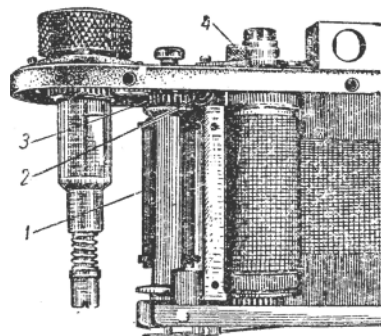
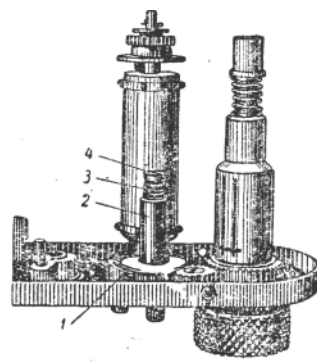
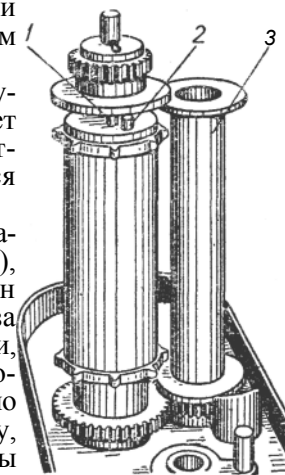
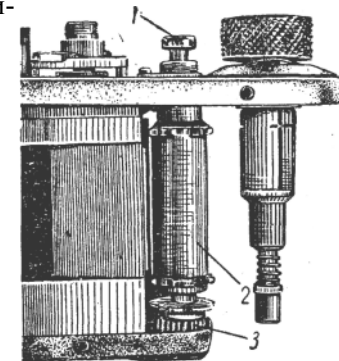

Рис. 121. Детали механизма выключателя.
Рис. 122. Выжимная шестерня.
Рис. 123. Ведущий барабан и гильза выключателя.
Рис. 131. Ведущий барабан*
Выключатель механизма при зарядке и возврате пленки (рис. 121) служит для выключения сцепления ведущего барабана с механизмом затвора.
Нужно помнить, что кулачок-выключатель / (рис. 122) выключает ведущий барабан не только из сцепления с механизмом завода затвора, но и из сцепления с механизмом шторок.
Спиральная пружина 5 опускает шестерню 2 и удерживает ее в зацеплении, когда рукоятка 4 (рис. 121) поворачивается в положение «включено».
Ведущий барабан снизу навинчен на шестерню (рис. 123), а сверху на нем установлен палец 2, который цепляет за палец / спусковой шестерни, связанной с механизмом шторок. Чтобы барабан свободно вращался в обратную сторону, нужно соединить пальцы барабана и шестерни. Спусковая шестерня с пальцем вращается на оси. Осью ей служит стержень, являющийся продолжением кнопки спуска и проходящий через ведущий барабан, на конце которого укреплен спусковая шестерня. При заводе механизма ведущий барабан протягивает пленку и одновременно своим пальцем вращает спусковую шестерню, а она заводит механизм шторок. Когда нажимают на кнопку спуска, спусковая шестерня выходит из зацепления с ведущим барабаном.
При обратной перемотке пленки на кнопку спуска не нажимают. Выжимная шестерня 3 (рис. 121) выключается рукояткой 4. На выжимную шестерню надета длинная трубка с широкой площадкой на торце—гильза выключателя 3 (рис. 123). Когда выжимается шестерня, она при помощи гильзы выключателя выжимает спусковую шестерню, и ведущий барабан освобождается из сцепления с шестернями заводного механизма и механизма шторок.
Неисправности механизма выключателя. 1. Отвинтился винт крепления рукоятки 4 (рис. 121). Рукоятка 4 надевается на квадрат кулачка 2. Иногда винт крепления рукоятки ослабевает и отвинчивается, из-за чего рукоятка выключателя не выполняет своего назначения.
Кулачок с рукояткой должен поворачиваться при небольшом усилии; если кулачок имеет люфт, он может не попасть на буртик шестерни 3 (рис. 121) и не выжать ее.
2. Н е и с п р а в н а в ы ж и м н а я ш е с т е р н я . Иногда (чаще всего в камере «Зоркий») ослабевает пружина 3 (рис. 122) и шестерня 2 самопроизвольно выжимается во время завода механизма. При этом слышен треск зубьев шестерен, затвор невозможно завести, особенно при заряженном фотоаппарате. Механизм следует вынуть из корпуса и проверить работу шестерни во время завода затвора, придерживая пальцем ведущий барабан для воссоздания нагрузки, которую испытывает механизм при протягивании пленки.
Если шестерня 2 перемещается вверх по оси, а зубья проскакивают, значит ослабла спиральная пружина 3 и ее нужно усилить растягиванием. Для этого полностью разбирают аппарат (см. стр. 160). Отделив корпус вместе со шторным затвором, снимают выжимную гильзу 3 (рис. 123), надетую на втулку 2 (рис. 122). Затем вынимают и усиливают пружину 3, которая крепится винтом 4. Отвинчивать винт нужно осторожно, придерживая рукой, так как он может выпасть. На оси между пружиной и втулкой шестерни расположена шайба, без которой механизм не может работать. Поэтому, снимая пружину, нужно пом-
нить о шайбе. Ось, на которой вращается шестерня 2, завинчена в отверстие основания, а оно припаяно к монтажной крышке. Так как ось изготавливается с левой и правой резьбой (в зависимости от выпуска), то при установке пружины 3 и завинчивании винта 4 она может отвинчиваться. Поэтому нельзя прикладывать большое усилие при завинчивании винта 4. Если же ось отвинтилась, следует выяснить направление нарезки резьбы. При завинчивании оси плоскогубцами нужно под губки подложить кусочек резины или какого-нибудь другого защитного материала, чтобы на оси не осталось заусениц, иначе шестерня 2 будет плохо вращаться и выжиматься. Кроме усиления пружины 3у нужно установить выше гильзу 3 (рис. 123), чтобы ее шляпка находилась под самым диском шестерни. В таком положении диск шестерни препятствует произвольному выжиму втулки 2 (рис. 122) и гильзы 3 (рис. 123). Чтобы установить гильзу 3 выше, на втулку шестерни под основание гильзы надевают две-три шайбы. На -шестерне 2 (рис. 121) есть буртик, в который упирается кулачок /. Иногда буртик отгибается и поэтому нельзя выжать шестерню 2.
3. Н а р у ш е н а у с т а н о в к а в ы ж и м н о й г и л ь з ы (рис. 122). Широкая шляпка выжимной гильзы 3 (рис. 123) находится под ободком спусковой шестерни. При повороте рукоятки 4 (рис. 121) выжимается шестерня 3, которая посредством гильзы 3 (рис. 123) выжимает шестерню 3 (рис. 131) и тем самым размыкает пальцы шестерни и ведущего барабана. Иногда шляпка выжимной гильзы 3 (рис. 123) оказывается не под ободком шестерни 3 (рис. 131), а над ним, поэтому нельзя выключить сцепление механизма и шестерня 2 (рис. 122) не может стать на свое место. Это происходит при неправильной зарядке и извлечении пленки, когда пленка или приемная катушка захватывает гильзу и нарушает ее нормальное положение. При этом заводная головка бесконечно вращается, а механизм не заводится, как при выключенном механизме, несмотря на то, что рукоятка 4 находится в положении «включено».
Необходимо снять нижнюю крышку и осмотреть положение шляпки выжимной гильзы 3 (рис. 123). Устранить неисправность почти всегда удается без разборки — нужно
На гильзе 3 у основания сделаны два разреза, которыми регулируется плотность ее посадки на втулке 2 (рис. 122). Под гильзой установлены шайбы (одна или несколько), чтобы при повороте кулачка / гильза выжималась и рассоединяла пальцы спусковой шестерни 3 (рис. 131) и ведущего барабана 2.
Ограничительная шестерня является промежуточным звеном между спусковой шестерней 3 (рис. 131) и шестерней 6 (рис. 127) шкива шторок.
Когда нажимают на спусковую кнопку / (рис. 131), ось спусковой кнопки выжимает из сцепления спусковую шестерню 3 и дает возможность шторкам возвратиться в исходное положение. Первой возвращается короткая шторка, за ней через некоторое время, регулируемое механизмом выдержек, — длинная шторка. Между шторками образуется щель определенной величины. Максимальная величина щели будет при выдержке $\frac{x}{25}$ сек примерно 40 мм. Чем меньше выдержка, тем меньше щель между шторками. При V_{500} сек она равна 3 мм.
7. Неисправность спусковой шестерни 3 (рис. 131). Одной из неисправностей спусковой шестерни является выпадение или поломка шплинта 3 (рис. 139). В этом случае механизм невозможно завести до конца, так как в середине или в конце завода затвора шторки срываются и возвращаются в исходное положение.